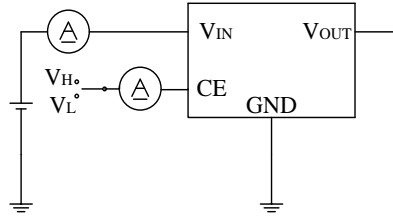

图2
- 3 I_{SS}:V_{IN}=10V CE=V_H, 无负载时, 图 2 中电流表的电流值。
I_{SS1}:V_{IN}=10V CE=V_L, 无负载时, 图 2 中电流表的电流值。